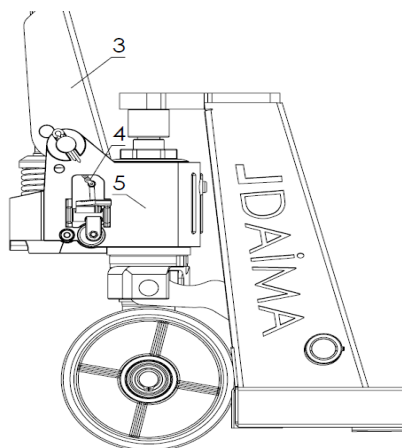

Abbildung 2
- Montieren Sie den Hubarm (siehe Abbildung 2, Punkt 3) und die Hydraulikpumpe (siehe Abbildung 2, Punkt 5) mit der Hubarm-Pleuelstange.
- Führen Sie die Kette am Hubarm (siehe Abbildung 2, Teilenummer 4) durch das Loch in der Mitte der Verbindungswelle des Hubarms.